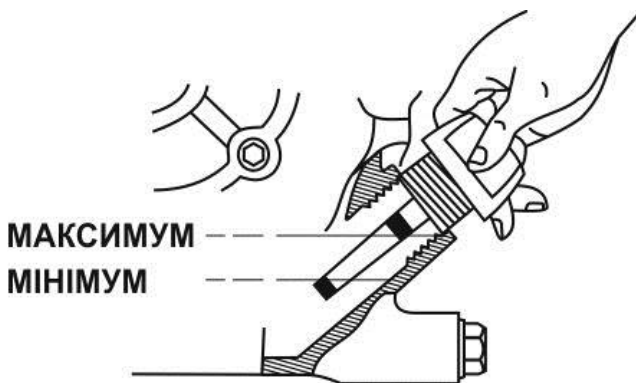

Рисунок 30. – Пробка-щуп мастила картера двигуна
3. Відкрутіть пробку-щуп горловини для заливки мастила, за допомогою лійки залийте необхідну кількість мастила і проконтролюйте її рівень за допомогою мірного шупа (див. рис. 30.) Для цього витріть насухо щуп, вставте пробку-щуп в заливну горловину, не закручуючи її по різьбі, дістаньте пробку-щуп і переконайтеся, що рівень мастила знаходиться між відмітками «мінімум» і «максимум» на щупі.